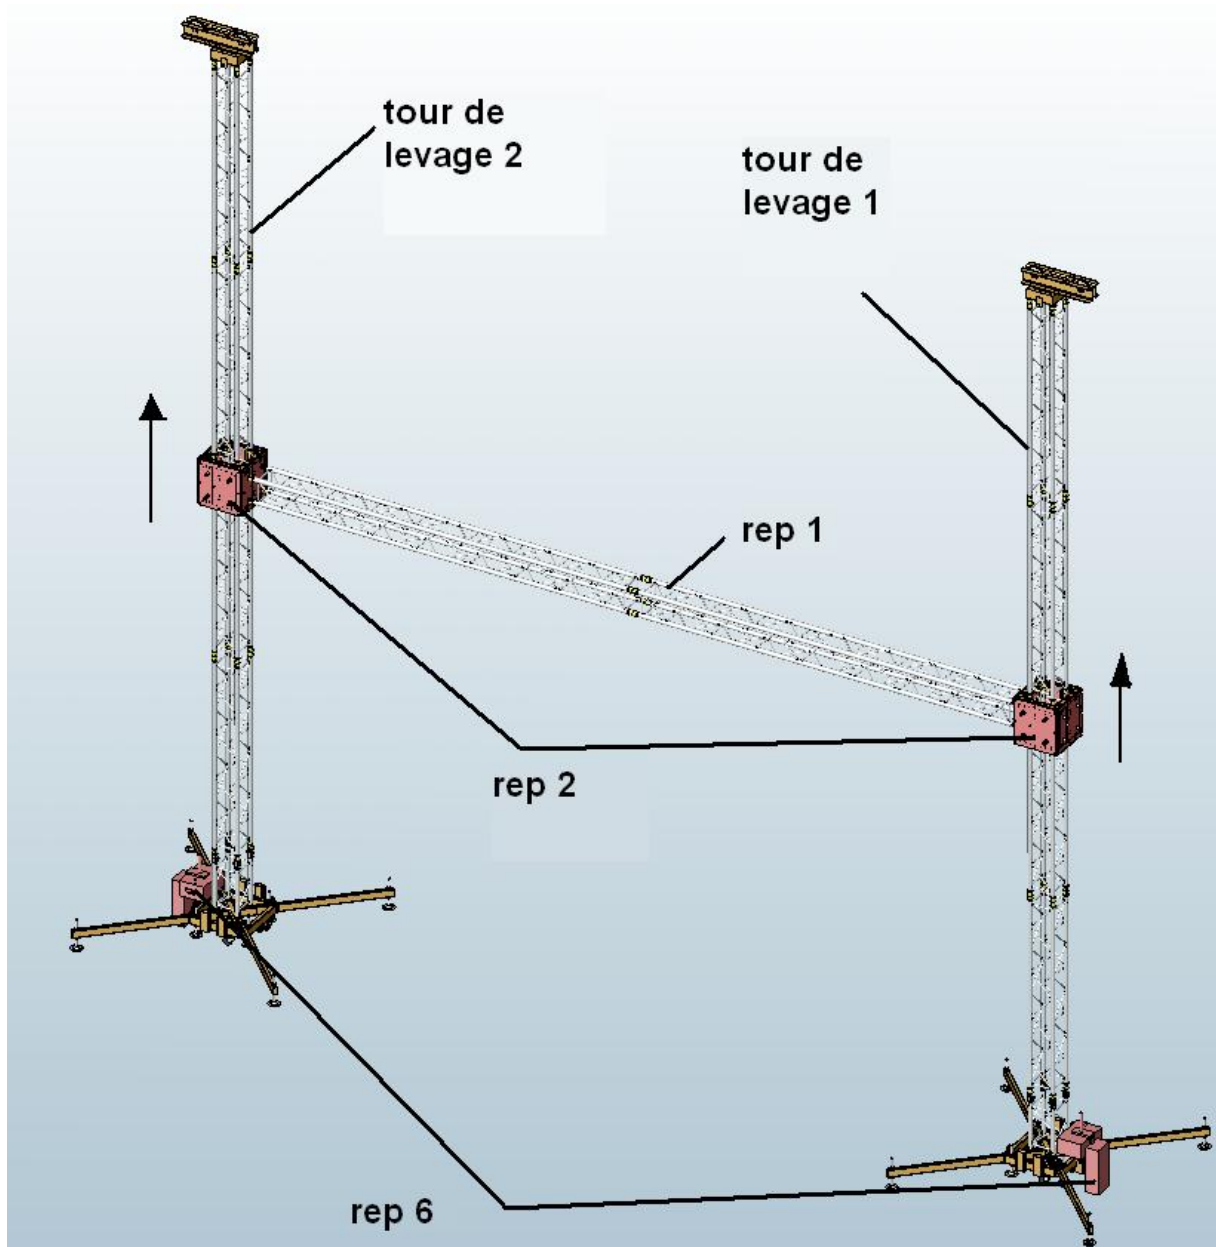

fig.5
- b) Option du palan : Monter les deux chariots élévateurs en synchronisation parfaite (fig.5).